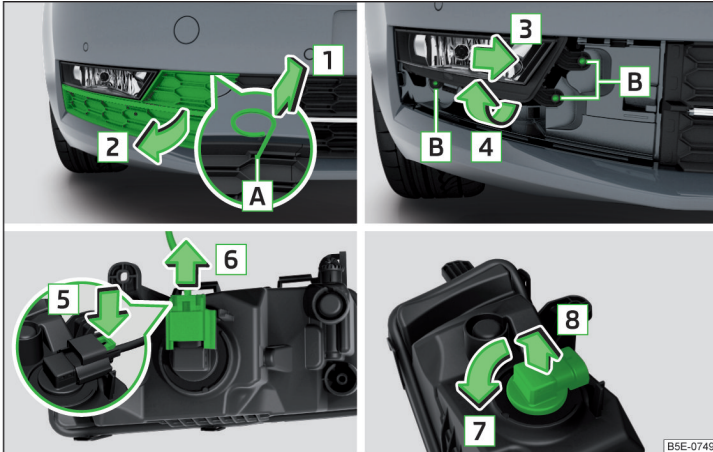

Abb. 358 Nebelscheinwerfer herausnehmen / Glühlampe wechseln - Variante 1
- › In die Öffnung **A** » Abb. 358 den Bügel zum Abziehen der Radvollblenden einführen.
- › Den Nebelscheinwerfer entgegen der Pfeilrichtung **4** » Abb. 358 einsetzen, entgegen der Pfeilrichtung **3** verschieben und festschrauben.